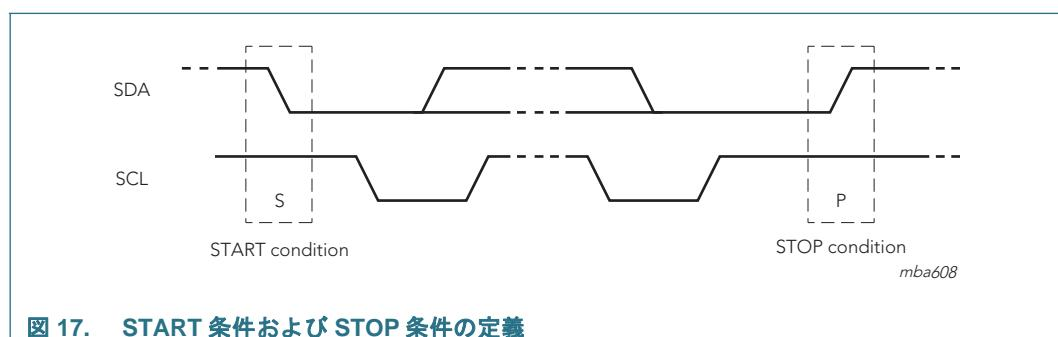

図 17. START 条件および STOP 条件の定義
バスがビジーでないとき、データラインとクロックラインはどちらも HIGH であることが必要です。クロックが HIGH の間におけるデータラインの HIGH から LOW への移行は、START 条件として定義されます (S)。クロックが HIGH の間におけるデータラインの LOW から HIGH への移行は、STOP 条件として定義されます (P)（図 17 を参照）。